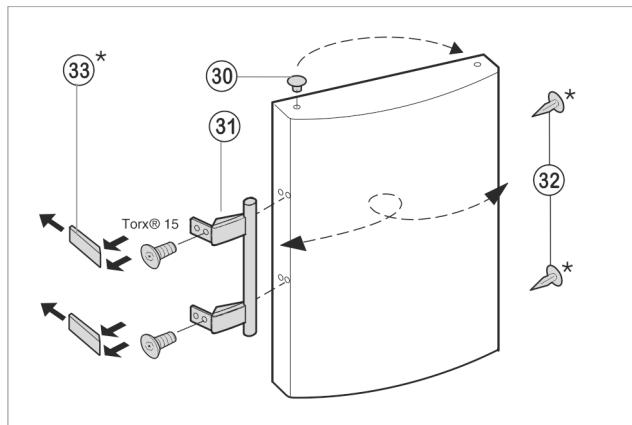

Fig. 10
- Извлеките пробку Fig. 10 (30) из опорной втулки дверцы и переставьте.
- ▶ Снимите и переставьте на противоположную сторону дверную ручку Fig. 10 (31), пробку Fig. 10 (32) и прижимные пластины Fig. 10 (33).